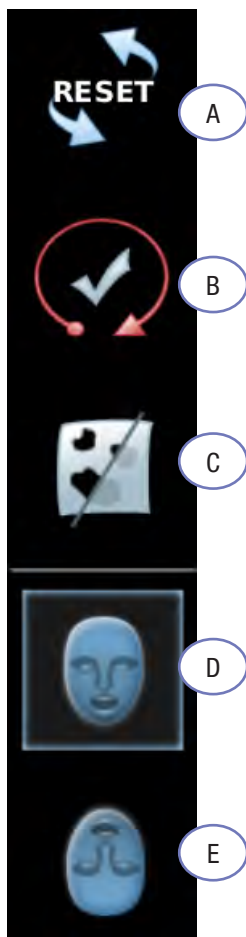

Figure 21. Outils de visualisation à l'écran
- Le **bouton de réinitialisation** (figure 21, A) réinitialise le modèle à la vue 3D par défaut.
- Le bouton de **Visualisation des flèches de correction** (Figure 21, B) permet à l'utilisateur d'afficher ou de masquer les flèches de correction. Le fait de masquer les flèches ne permet pas de corriger le scan.
- Le bouton de **Remplissage des trous** (figure 21, C) remplit artificiellement les trous dans la maille.
- Les boutons d'**Orientation de l'écran du scan** (figures 21, D, E) contrôlent l'écran d'affichage permettant à l'utilisateur de soit faire face à l'objet scanné, soit s'asseoir derrière l'objet scanné. Cela n'affecte que l'affichage à l'écran pendant la numérisation.
Légendes de la Figure 21